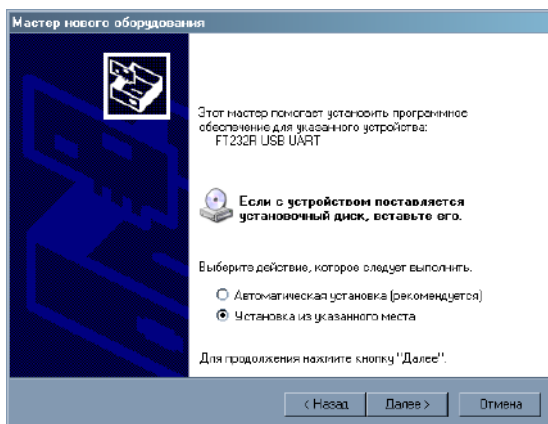

Рисунок 2
4.1.4. В окне запрос на установку программного обеспечения для **FT232R USB UART** (рисунок 2) окне следует выбрать «Установка из указанного места» и нажать кнопку «Далее».